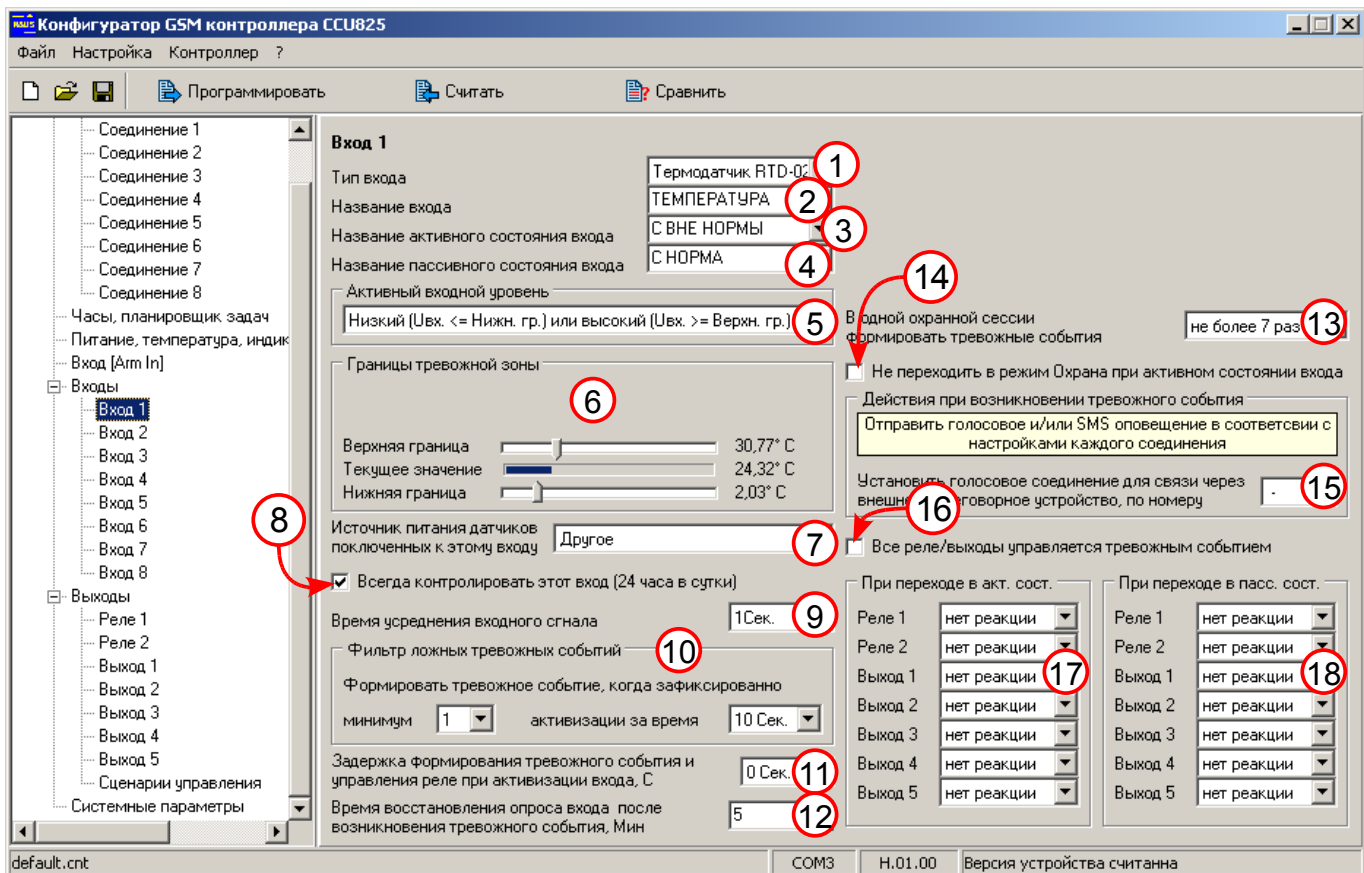

Рисунок 12. Параметры входа 1, для контроля параметров температуры
Если решать только задачу контроля температуры, в условиях когда котел имеет собственный термостат, то достаточно отменить воздействие на реле, и перенастроить параметры входа как показано на (Рисунок 12.), не забудьте так же отметить Вх. 1 в параметрах (9) и (17) раздел 4.2. для получения оповещений при выходе температуры за указанные границы.